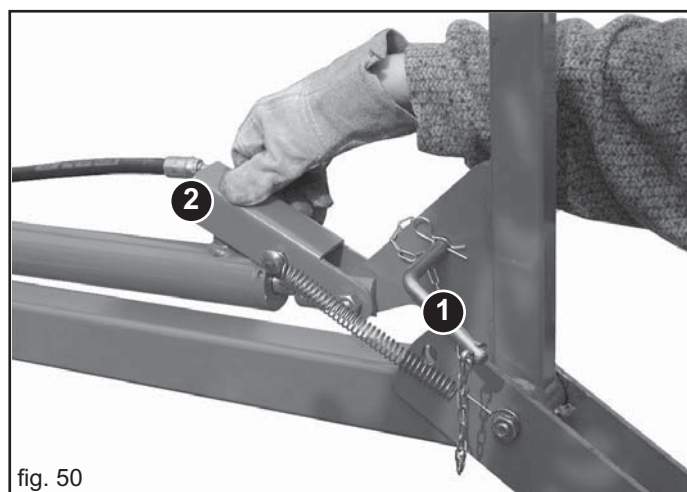

fig. 50
- 2) Sganciare i chiavistelli di sicurezza sistemandoli nell'apposita sede (1, Fig. 50) ed abbassare lungo il cilindro la staffa di fermo (2, Fig. 50).